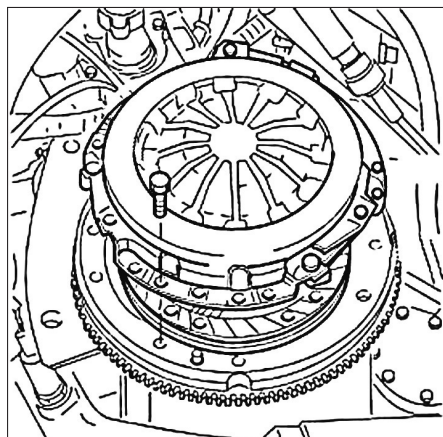

Fig. 1
- Dévisser les vis de fixation du mécanisme et le dégager en récupérant le disque (Fig.1).